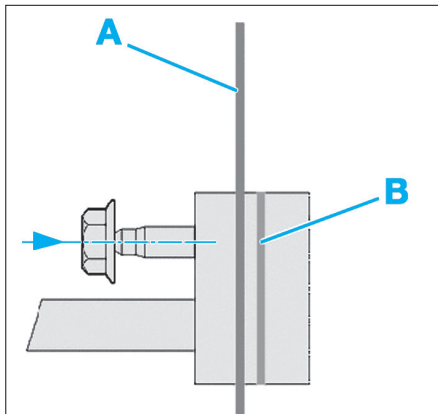

Fig. 7
- Lors de la repose des conduits de réfrigération, la face d'appui "A" de la bride devra être en appui sur la face d'appui "B" condenseur avant le serrage de l'écrou (Fig.7).